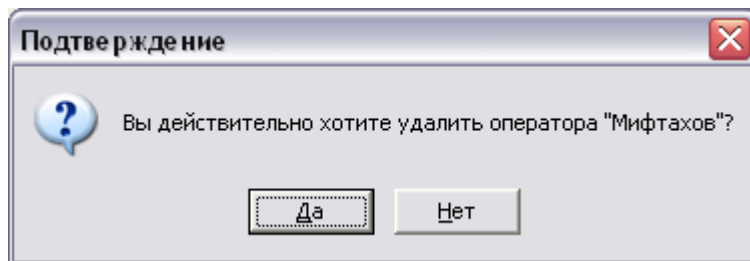

Рисунок 1.15
3. В открывшемся окне (рис.1.15) для подтверждения удаления нажмите на кнопку <Да>, для отмены – кнопку <Нет>.